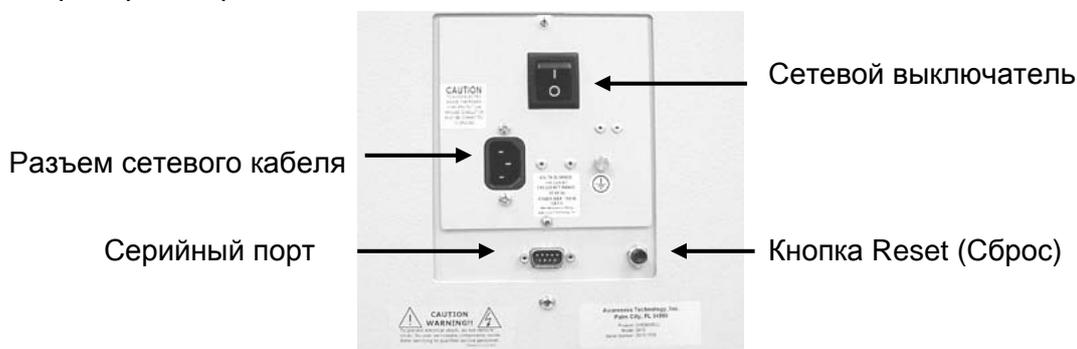

Рисунок 2.3-3. Задняя панель прибора.
6. Подсоедините серийный порт компьютера к серийному порту **ChemWell®**, используя прилагаемый кабель (смотрите рисунок 2.3-3. Задняя панель прибора). Стандартный адаптер 25-pin к 9-pin включен в комплект.